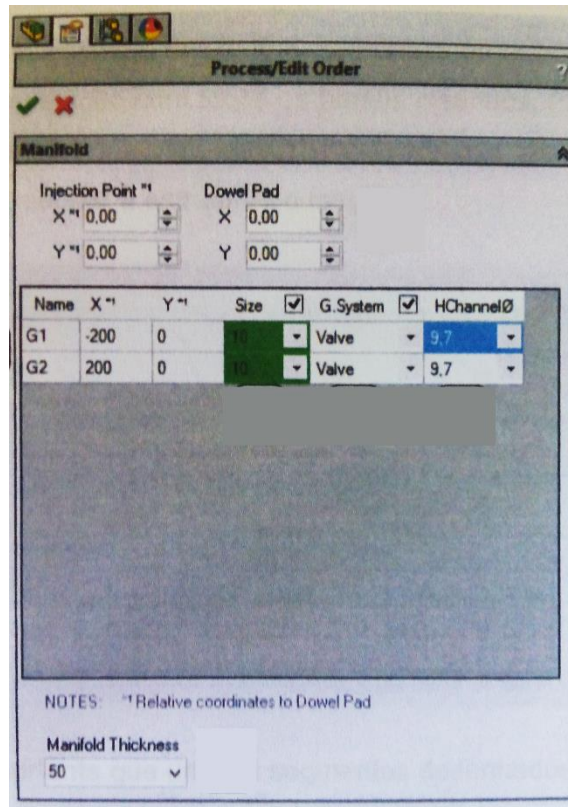

Figura 51- Tipo de material a injetar
5. *Manifold*- Nesta informação são fornecidas coordenadas de gates do sistema, posição do NL, do Dowel Pad, ou seja todas as informações necessárias á construção do manifold, figura 51.